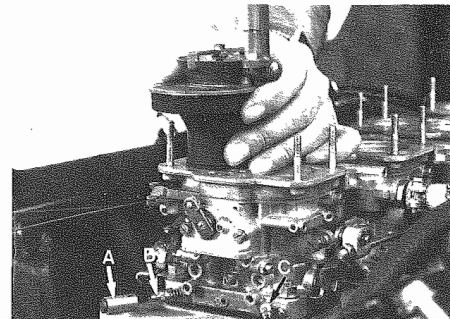

Fig. 15 - A - Cappuccio minimo invariabile
- Asportare i cappucci e regolare la miscela minimo (**Fig. 15**) rispettando il valore massimo percentuale di emissione CO (vedi pag. 3-1).
- Remove caps and adjust the idling mixture (**Fig. 15**) keeping to the max value of the CO percentage emission (see page 3-1).
- 6) Serrare completamente le viti miscela minimo, B e C (Fig. 15), senza forzare; svitarle di un giro e mezzo.
- 6) Lock completely idling screws B and C (Fig. 15), without forcing them; unlock them 1 1/2 turn.
- 4) Agire sulle viti registro miscela minimo B e C (**Fig. 15**) ed ottenere la dosatura ottimale del titolo di miscela per ogni cilindro. Effettuare il CO-Test.
- 4) Act on idling adjusting screws B and C (**Fig. 15**) obtain the best mixture strenght for each cylinder. Execute CO-Test.
- 5) Agire sulle viti registro miscela minimo B e C (**Fig. 15**) ed ottenere la dosatura ottimale del titolo di miscela per ogni cilindro. Effettuare il CO-Test.
- 5) Act on idling adjusting screws B and C (**Fig. 15**) and obtain the best mixture strength for each cylinder. Carry out CO-Test.